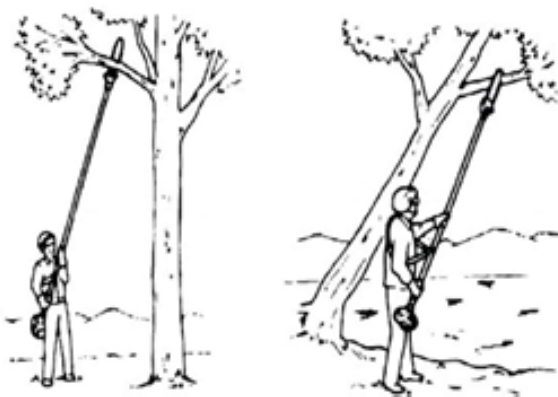

Рисунок 14. Схема розташування виробу відносно дерева перед обрізанням.
4. Підняти різальний блок руками, використовуючи пасок для перерозподілу маси на плечі та опертися блоком упором корпусу на потрібну гілку (рис. 14). Непрацюючий ланцюг не має торкатися гілки.